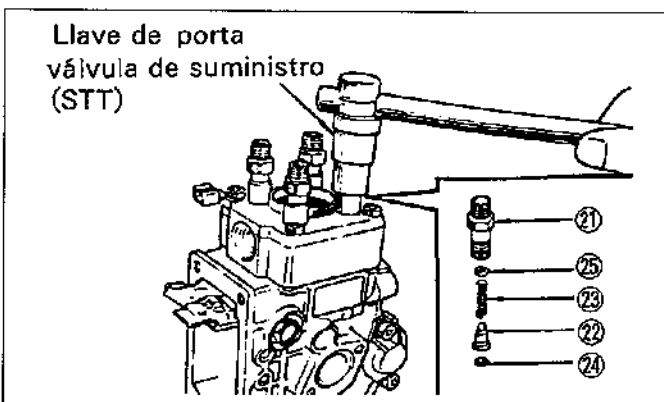

Figura.12-11 Extracción de la válvula de suministro
Extraiga las portaválvulas de suministro ②① con la llave de portaválvula de suministro adecuada (STT). Extraiga con cuidado la válvula de suministro ②②, resorte de válvula de suministro ②③, empaquetadura de válvula de suministro ②④ y asiento de resorte de válvula de suministro ②⑤. (Vea la figura.12-11)